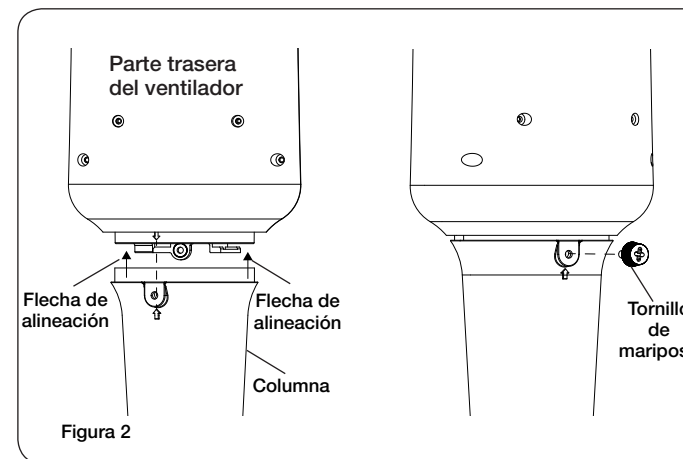

Figura 2
4. Voltee el ventilador hacia abajo y alinee las flechas en la columna y la parte inferior del ventilador. Gire en el sentido de las agujas del reloj para bloquearlo. Utilice un tornillo de mariposa para fijar la columna al ventilador. (Figura 2)